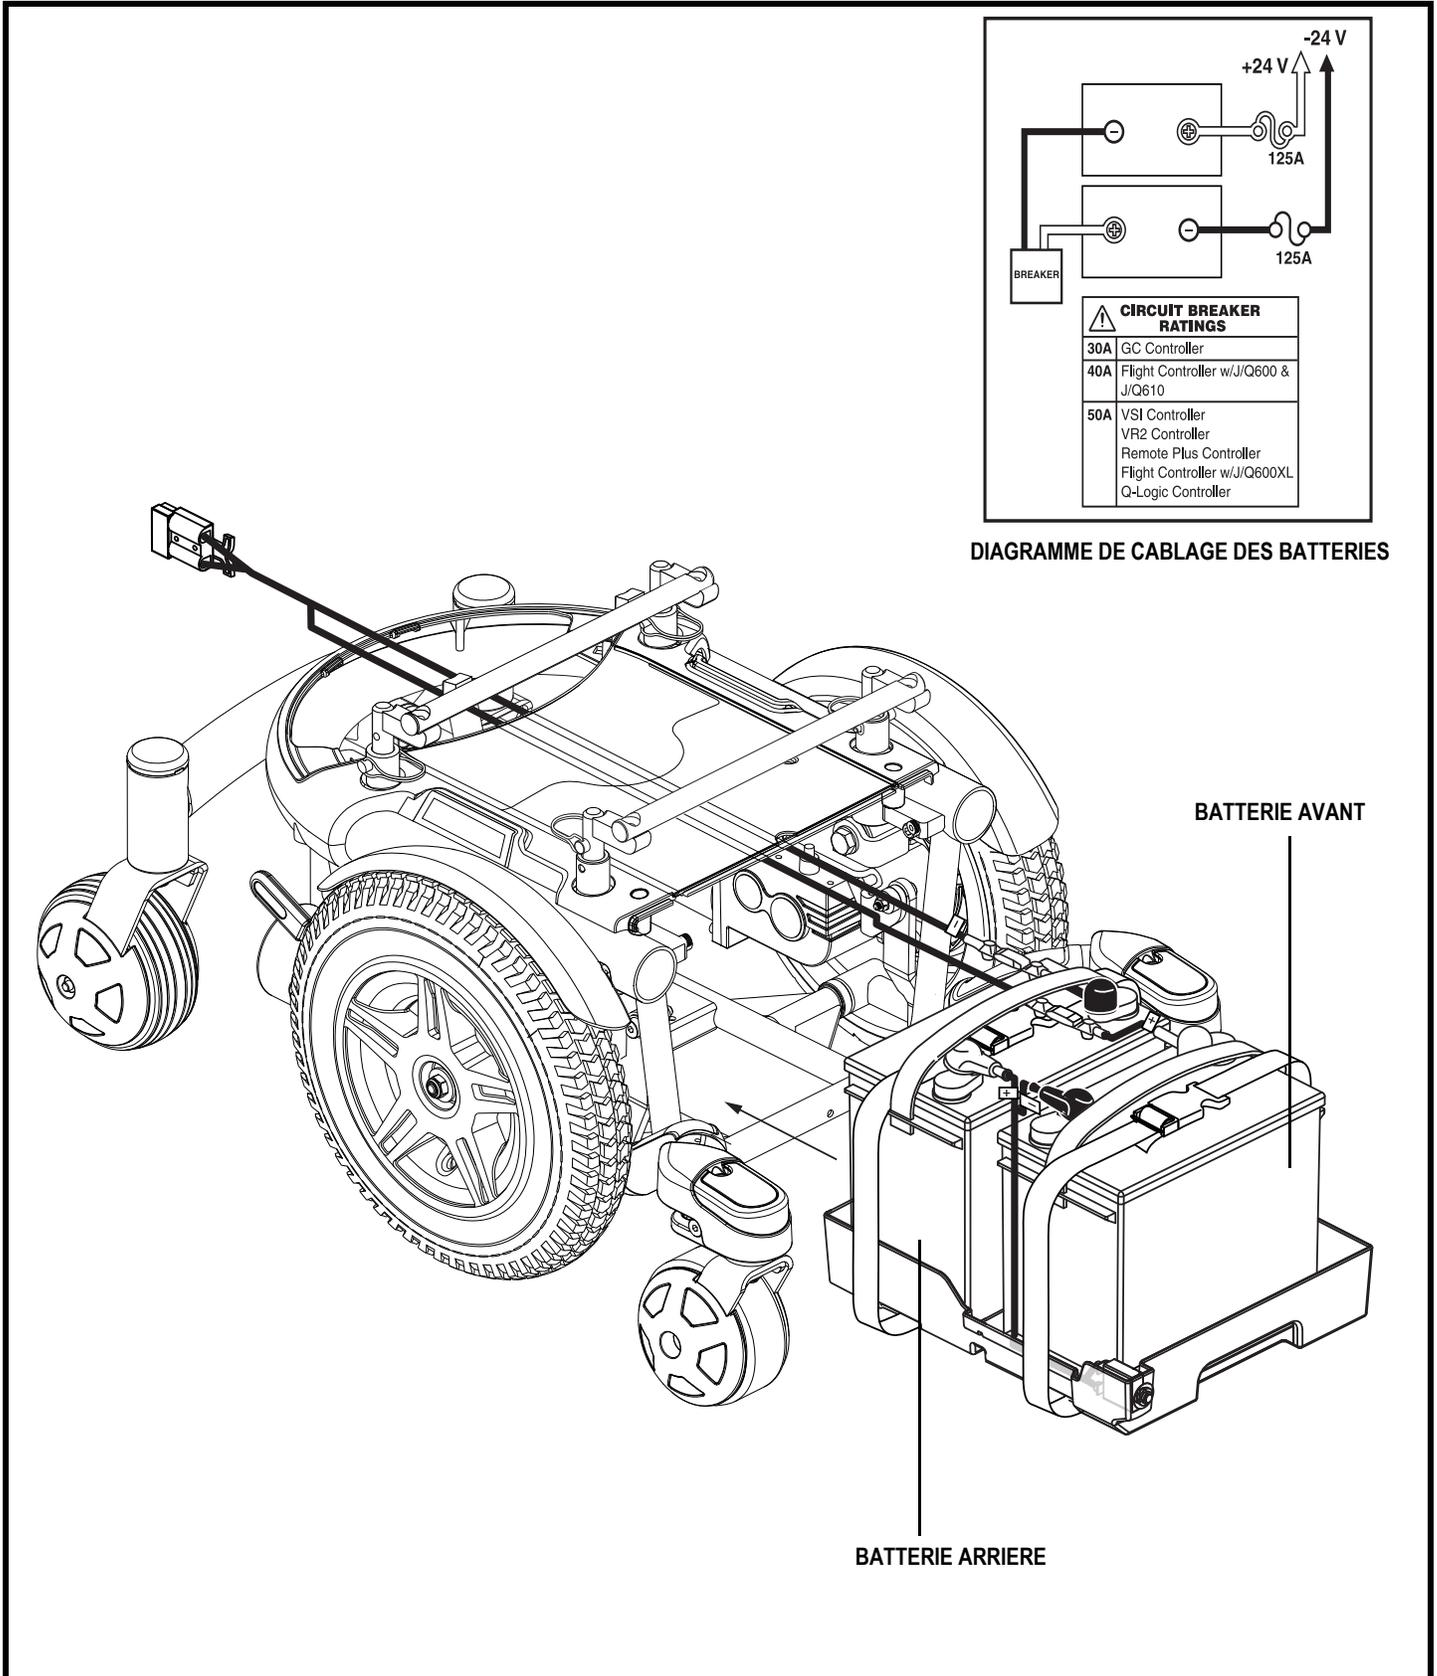

Figure 24. Installation des batteries
13. Branchez le câble à l'avant des batteries selon le diagramme de la **figure 24.**